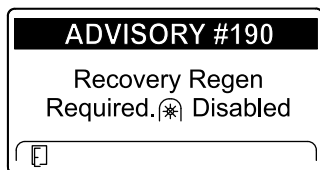

Figure 59
- ADVISORY #190 (avis n° 190), demande de régénération d'urgence – prise de force désactivée, affiché (Figure 59)